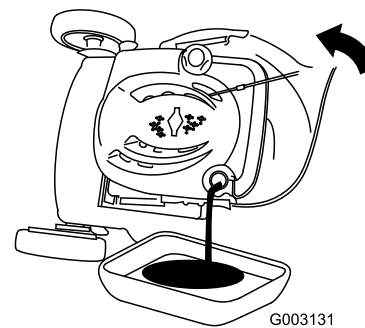

Figura 29
3. Ponga el cortacésped de lado (con el filtro de aire hacia arriba) para drenar el aceite usado a través del tubo de llenado de aceite (Figura 29).